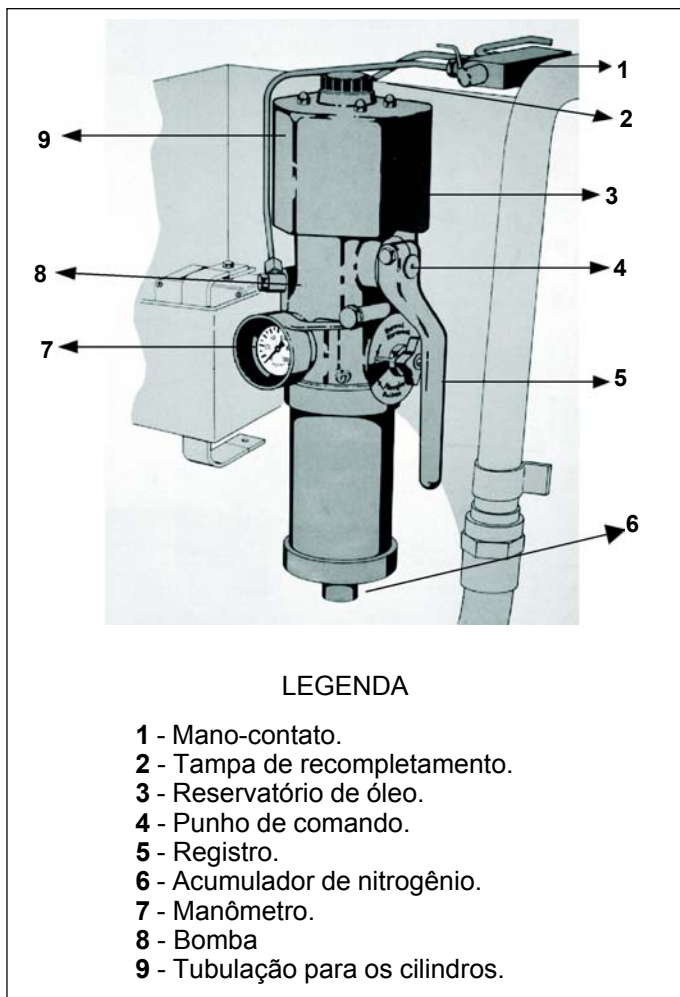

Fig 8-29. Bomba hidráulica de mergulho
- (1) escotilhas do Cmt CC, do auxiliar do atirador, do motorista e de emergência;
- (2) válvulas de evacuação de água do compartimento da torre e compartimento do motor;
- (3) visitas e placas de acesso existentes no chassi;
- (4) tampa do compartimento motor;
- (5) coifas de mergulho;
- (6) tampa do telêmetro laser; e
- (7) periscópios.
**b. Componentes hidráulicos do sistema - Bomba com acumulador hidráulico.** (Fig 8-29)